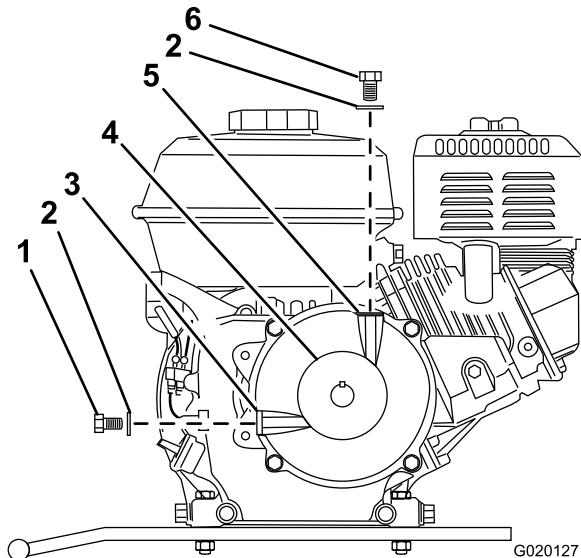

Figura 62
6. Retire el perno y la arandela de llenado del orificio de llenado situado encima de la caja reductora (**Figura 62**).
7. Retire el perno de comprobación del nivel de aceite y la arandela del orificio de nivel de aceite en el lateral de la caja reductora (**Figura 62**).
12. Instale el perno de comprobación del nivel de aceite y la arandela en el orificio de nivel de aceite de la caja reductora y apriete el perno (Figura 62).
13. Instale el perno de llenado y la arandela en el orificio de llenado de la caja reductora y apriete el perno de llenado (Figura 62).